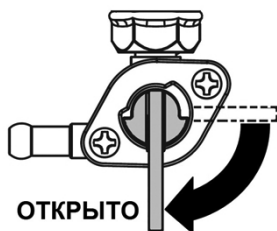

Рис. 11 Рычаг топливного крана
- Откройте топливный кран переводом рычага в вертикальное положение (Рис. 11).